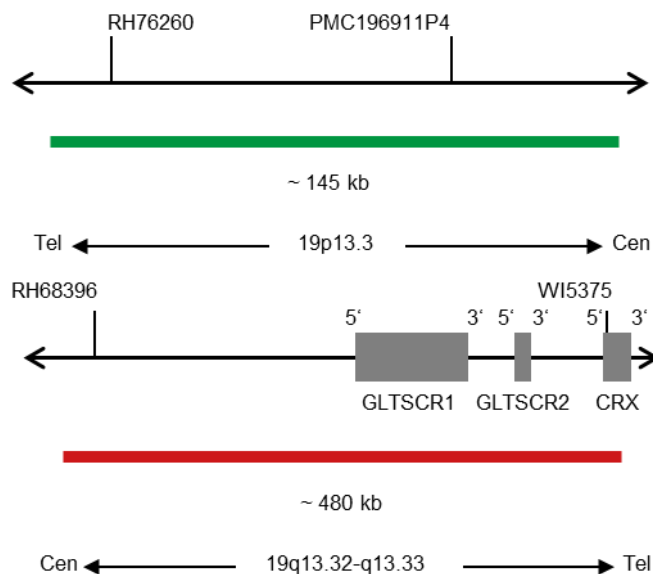

Fig. 1 : En haut : Carte de la sonde SPEC 19q13 ; En bas : Carte de la sonde SPEC 19p13 (pas à l'échelle)
- Polynucléotides marqués à la digoxigénine (~0,8 ng/μl), qui visent la cartographie des séquences dans 19p13.3* (chr19:815,938-962,244) (voir Fig. 1).
- Polynucléotides marqués aux dinitrophényles (~0,8 ng/μl), qui visent la cartographie des séquences dans 19q13.32-q13.33* (chr19:47,857,776-48,339,398) (voir Fig. 1).